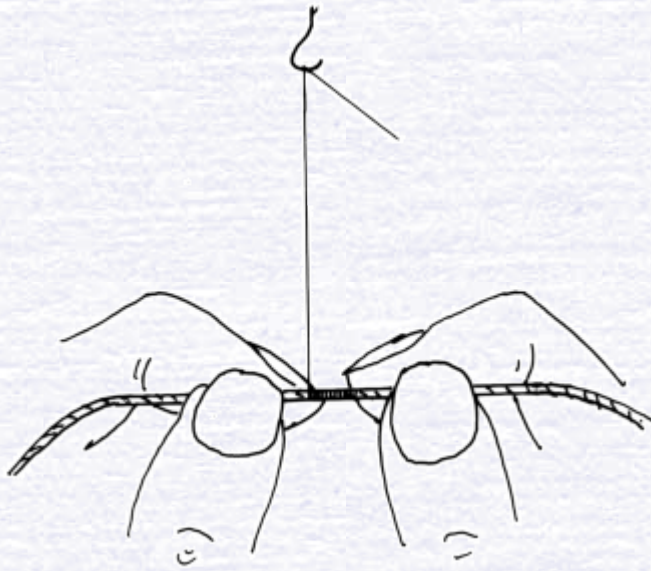

Abb. 9
- h. Die Umwicklung der Befestigungsbereiche erfolgt auf die in Abb. 9 gezeigte Methode. Die beschriebene Verwirrung ist nur optisch. Man muß den Ring ab und zu mal schütteln.